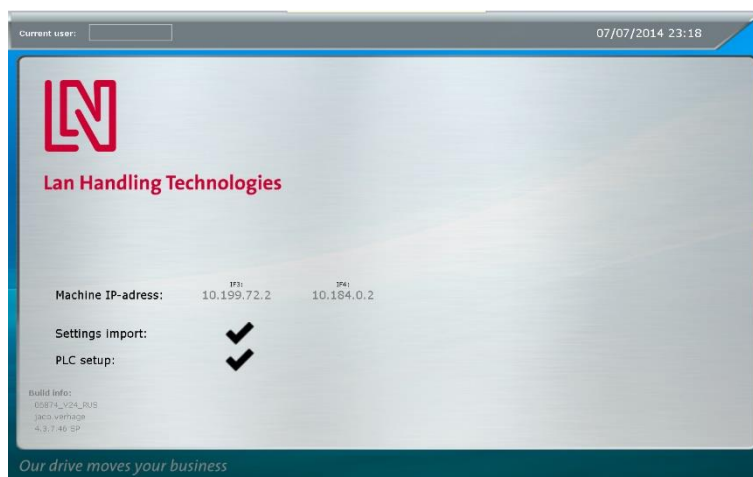

Рис. 6.1: Экран запуска
4. При появлении экрана запуска [рисунок 6.1] нажмите на кнопку **перезапуска**.
После загрузки BIOS появится экран запуска [Рис. 6.1]. На экране будет отображена следующая информация: